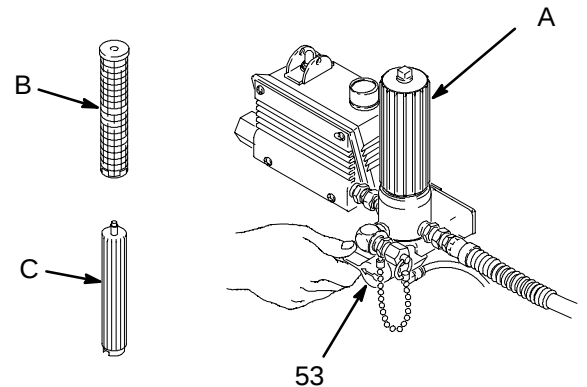

Fig. 5
3. Retire la boquilla de pulverización de la pistola. Retire la cubeta del filtro (A) y la malla (B); vea el manual 307-273. Limpie la malla por separado e instale la cubeta sin malla para lavarla. Vea la Fig. 5.